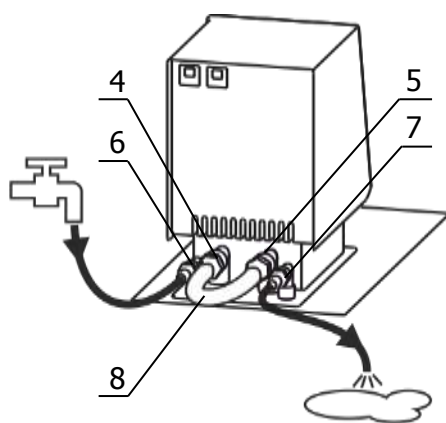

Рисунок 3 — Установка перемычки и подача воды
2.2.5 Соединить шлангом-перемычкой 8 (рисунок 3) из комплекта поставки термостата входной 4 и выходной 5 штуцеры насоса блока регулирования. Закрепить перемычку на штуцерах, используя хомуты из комплекта поставки термостата.
2.2.7 Для работы термостата при температурах теплоносителя, близких к окружающей температуре, может потребоваться дополнительное охлаждение с помощью встроенного теплообменника. В этом случае необходимо подключить термостат к водопроводной сети или специальному холодильному устройству при помощи шлангов, присоединенных к штуцерам теплообменника 6 и 7 (рисунок 3). Поток охлаждающей жидкости должен быть равномерным и, по возможности, небольшим. Дополнительное охлаждение не требуется, если температура теплоносителя выше температуры окружающей среды более чем на 20 °С.